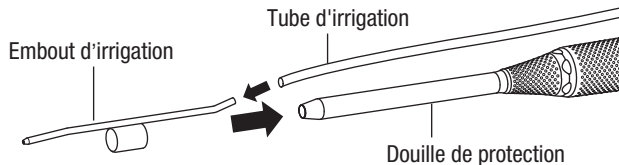

Fig.10
- 1 Insérez l'embout d'irrigation dans la douille de protection de l'attachement en veillant à ce qu'il s'agisse de la bonne extrémité de l'embout d'irrigation (Fig.10).
- 2 Insérez le tube d'irrigation dans l'embout d'irrigation (Fig.10).